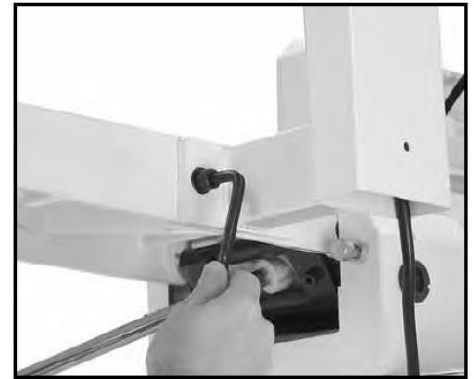

Рис. 15
27. С помощью двух саморезов М10 х 25, стопорных шайб диаметром 10 мм и плоских шайб диаметром 10 мм прикрепите pedalный выключатель к задней части фуганка, как показано на рис. 15.